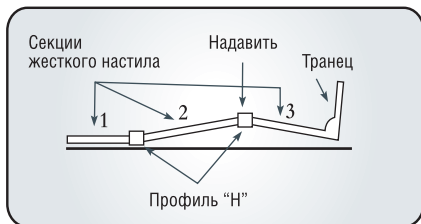

рис. 3
- Установите профиль «Н» между пайолом №№ 2, 3. Надавите на образованный угол до полной установки жесткого настила (рис. 3).